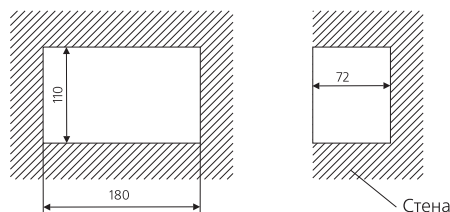

Рис. 8.1
8.2.1 Для установки пульта в стене необходимо сделать нишу с размерами (ширина x высота x глубина,): 180 x 110 x 72 мм (Рис. 8.1)